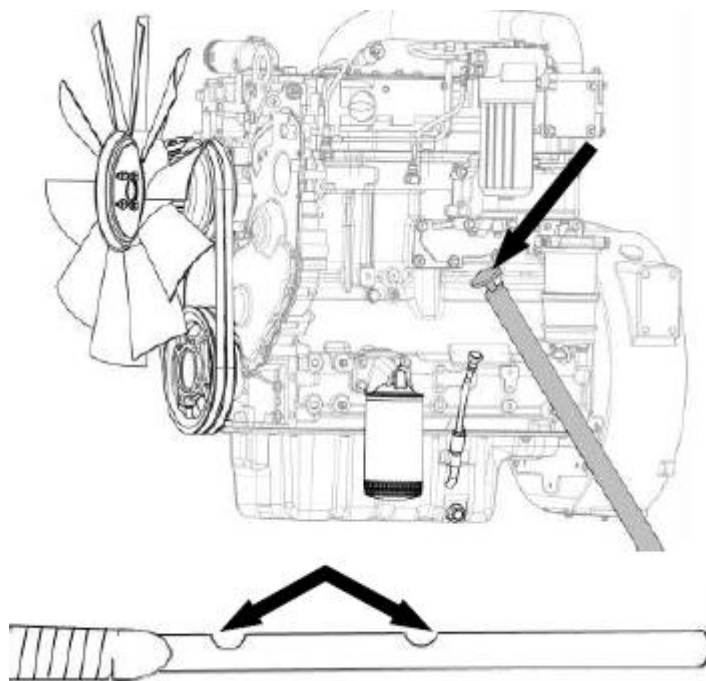

Рисунок 5.24 Масляный щуп
- ▶ Снимите и очистите щуп см. рис. 5.24.